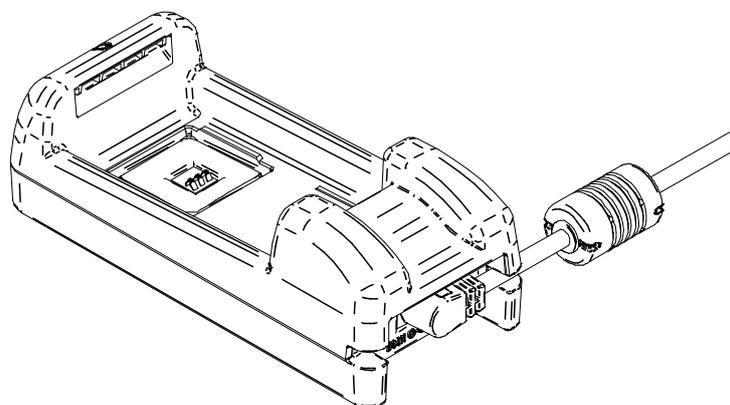

Figura 17-3 Fixar cabo AC
- (1) Ligar o cabo AC ao adaptador AC.
- (2) Ligar a ficha DC do adaptador AC ao conector de alimentação do carregador de bateria. Fixar o cabo do adaptador AC na ranhura do carregador de bateria, como mostrado na Figura 17-3. (O cabo pode ser fixo na ranhura esquerda ou direita.)
- (3) Ligar a ficha AC do cabo AC a uma tomada.